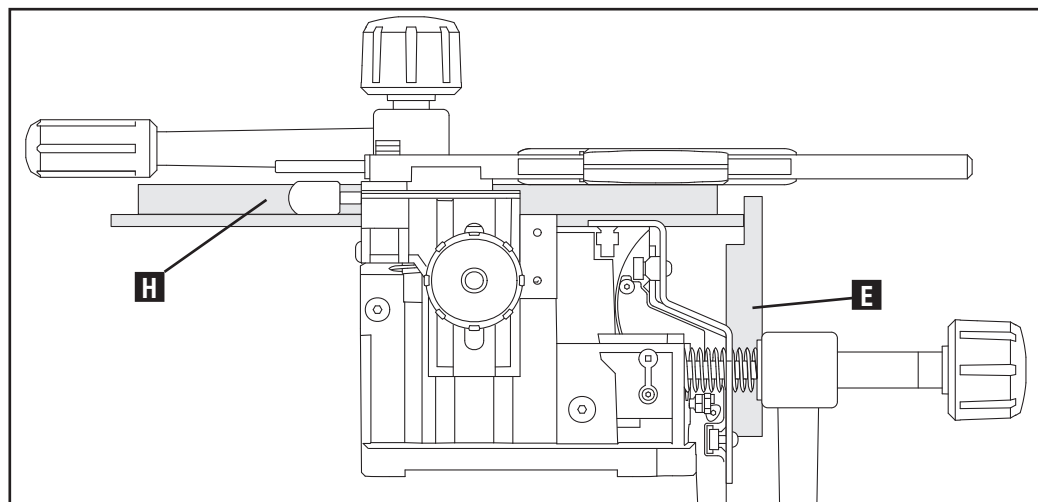

Fig. G5
2. Monte el bloque de instalación con reborde (E) Fig. G5, en forma vertical con el reborde mirando hacia la pieza de trabajo horizontal.
3. Mueva la tabla con espiga (H) hacia adelante (E) de manera que sólo toque el bloque de instalación (E).
4. Retire el bloque de instalación (E).